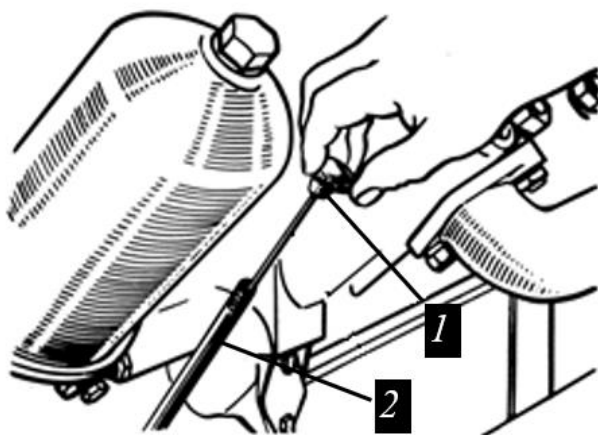
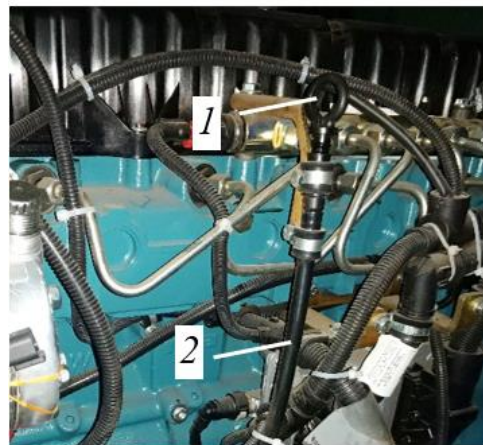

Рисунок 3.17. Место расположения щупа на двигателе ЯМЗ-236/238
Рисунок 3.18. Место расположения щупа на двигателе ЯМЗ-536
- ▶ Извлечь из держателя масляного щупа 2 масляный щуп 1 рис. 3.17 и рис. 3.18.